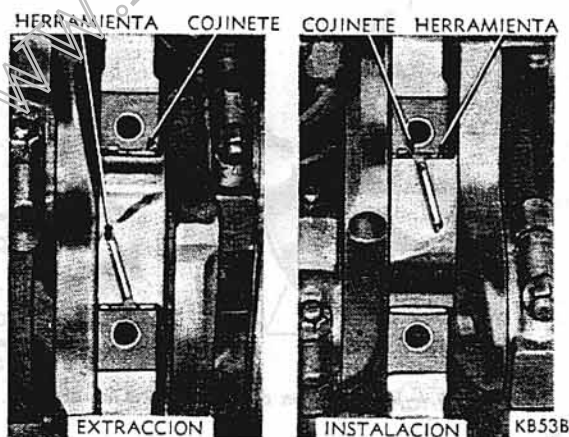

Fig. 39 - Extracción e Instalación de los Cojinetes de Bancada Superiores.
3059 (Fig. 39), insertándola en el orificio de lubricación en el cigüeñal.
1. Instale el cojinete en su lugar y coloque la Herramienta C-3059 en el orificio de lubricación del cigüeñal (Fig. 39).